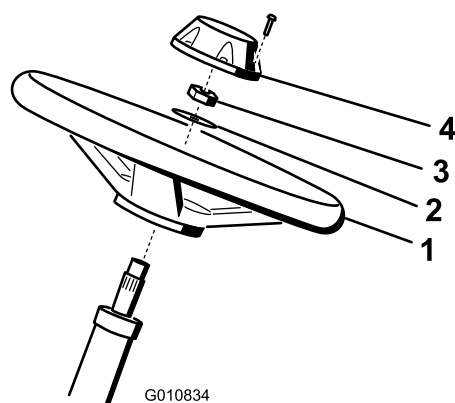

图3
1. 将方向盘滑入转向轴（图3）。
2. 将垫圈滑入转向轴（图3）。
3. 使用锁紧螺母将方向盘固定到转向轴上，上紧扭矩至 $27 \sim 35 \text{N} \cdot \text{m}$ （图3）。
4. 将中心盖安装到方向盘上，并用螺丝固定（图3）。